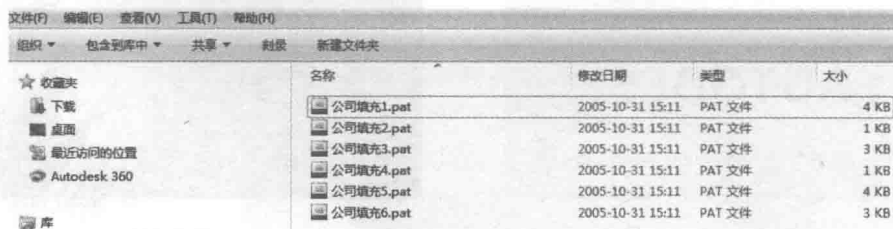
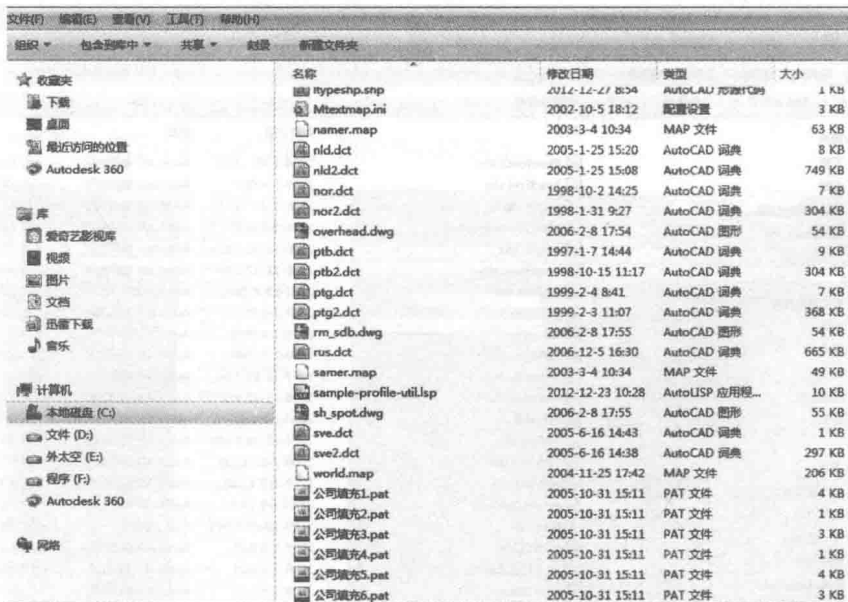

图 2-1-10
图 2-1-11
(1) 公司 CAD 模板填充设置：选择“公司填充”1~6 文件，如图 2-1-10 所示；放入 AutoCAD 2014 安装根目录中“support”文件夹中即可，如图 2-1-11 所示。